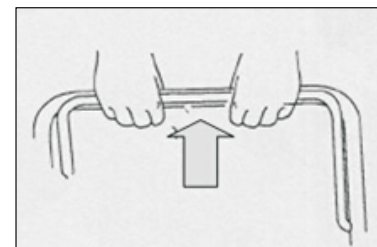

Fig 2A
a) De pé atrás da unidade, segure a alavanca de controlo de travagem e segure-a contra a barra superior. (Fig. 2A)